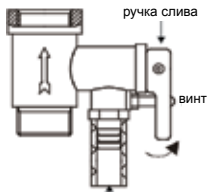

Рис. 8
4. На входной патрубке обозначенный голубым цветом и стрелкой направления течения воды накрутите предохранительный клапан так, чтобы течение воды совпадало с направлением стрелки на корпусе клапана. На отверстие сброса давления предохранительного клапана (см. рис. 8) оденьте дренажную трубку* для отвода воды (возможно появление при нагревании) в канализацию.
6. Чтобы слить воду из внутреннего бака, можно воспользоваться сливным отверстием (только для серии FSL2) (необходимо открутить заглушку, закрывающую сливное отверстие), также воду можно слить через предохранительный клапан (открутить сливной винт предохранительного клапана и перевести ручку слива в верхнее положение, при этом кран выхода горячей воды должен быть открыт, а кран подачи холодной воды в водонагреватель должен быть перекрыт) (смотри рис. 8). Никогда не сливайте воду, если ее температура выше 50°C, т.к. это может привести к ожогам.